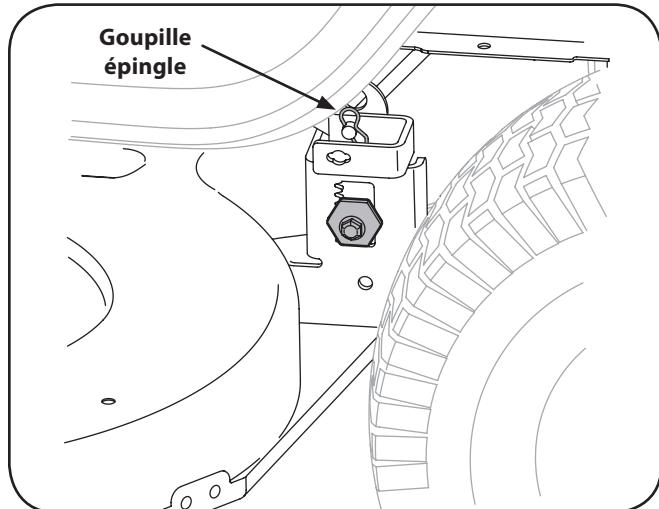

Figure 7-2 - 38 po
5. **Sur le plateaux de coupe de 38 po:** Placez-vous sur la gauche du tracteur et localisez la goupille fendue papillon de support du plateau de coupe sur le côté arrière gauche du plateau de coupe. Voir la Figure 7-2. Enlevez la goupille fendue papillon qui maintient la tige de retenue du plateau de coupe et dégarez soigneusement la tige de retenue de la bielle de relevage du plateau de coupe. Répétez sur le côté droit.